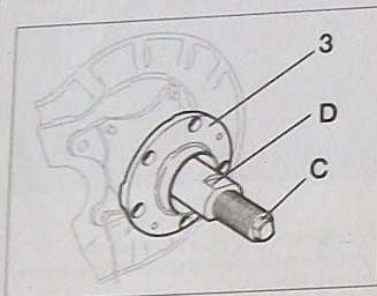

FIG. 20
- Visser un manchon guide (C) (Fig.20) de type PSA 0617-E sur la fusée.
- Mettre en place un ensemble roulement moyeu (3) neuf.
- Visser une bague (D) de type PSA 0617-D, jusqu'à ce que l'ensemble roulement moyeu (3) soit en butée.